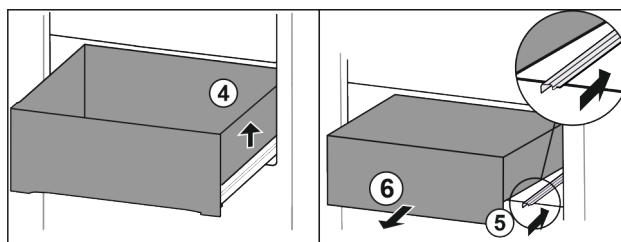

Fig. 90
- ▶ Ridicați sertarul din dreapta. Fig. 90 (4)
- ▶ Inserați șina din dreapta. Fig. 90 (5)
- ▶ Extrageți sertarul spre înainte. Fig. 90 (6)